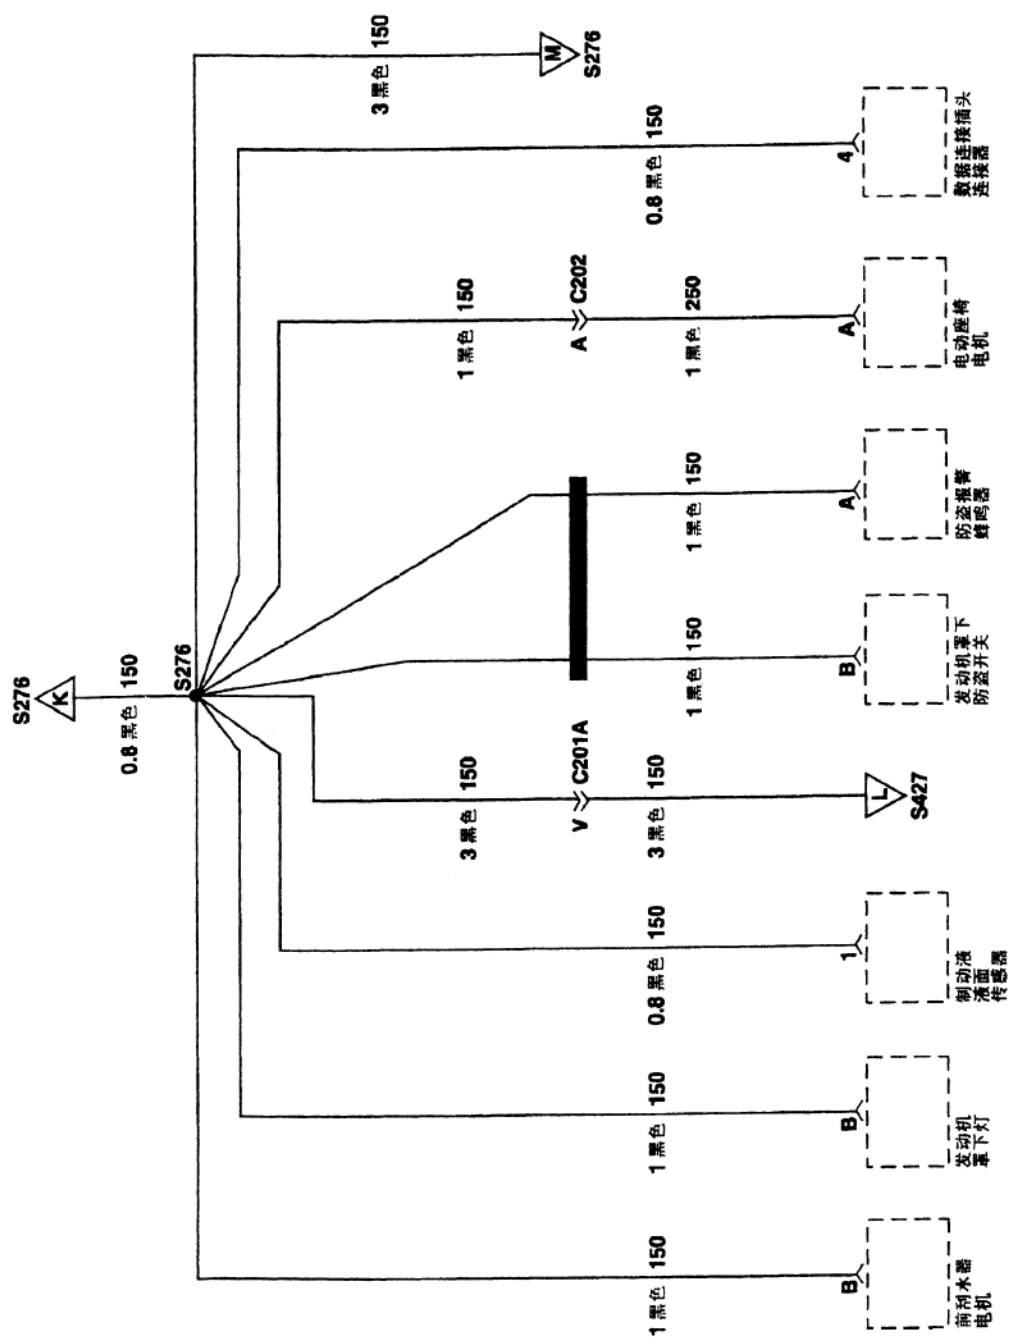
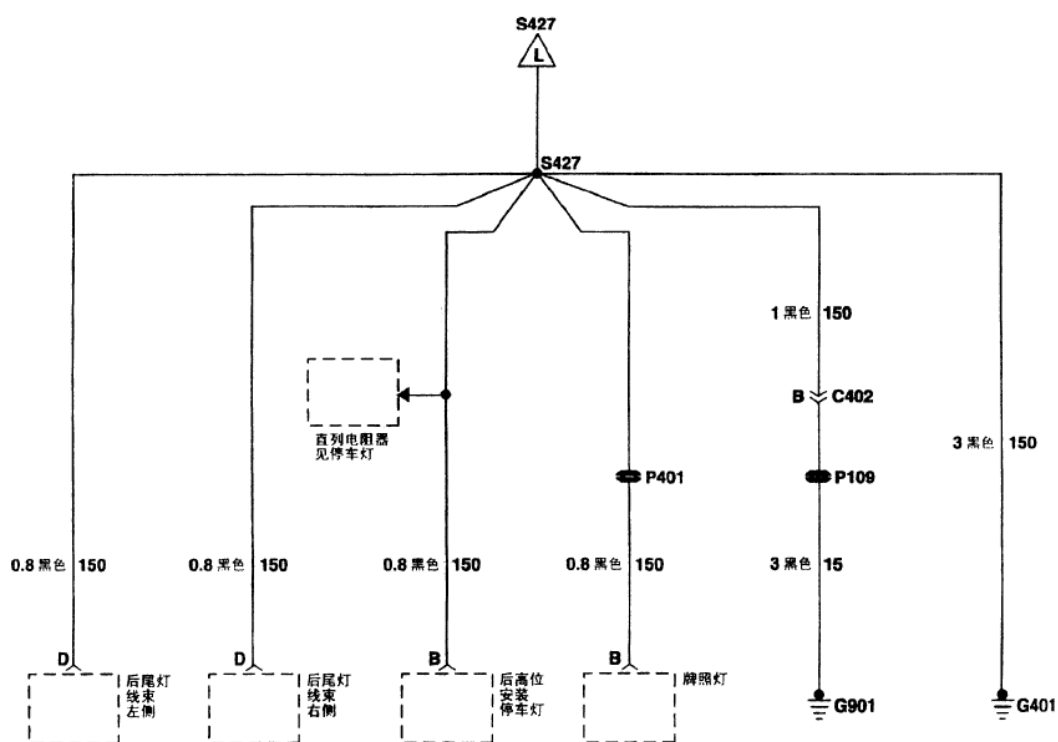

图 9-49 G401/G409 接地分配图（1）
图 9-51 G401/G409 接地分配图 (3)
2、G401/G409 接地分配图（图 9-49~图 9-51）